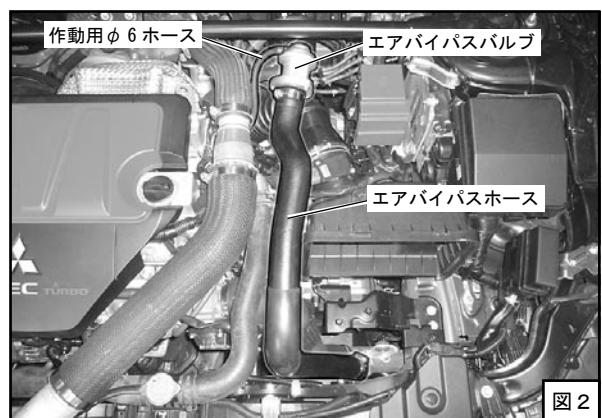

図2
- (4) エアバイパスバルブから作動用φ 6ホースを抜いてください。（図2）
- (5) ホースバンドをゆるめ、エアバイパスバルブとエアバイパスホースを取り外してください。（図2）